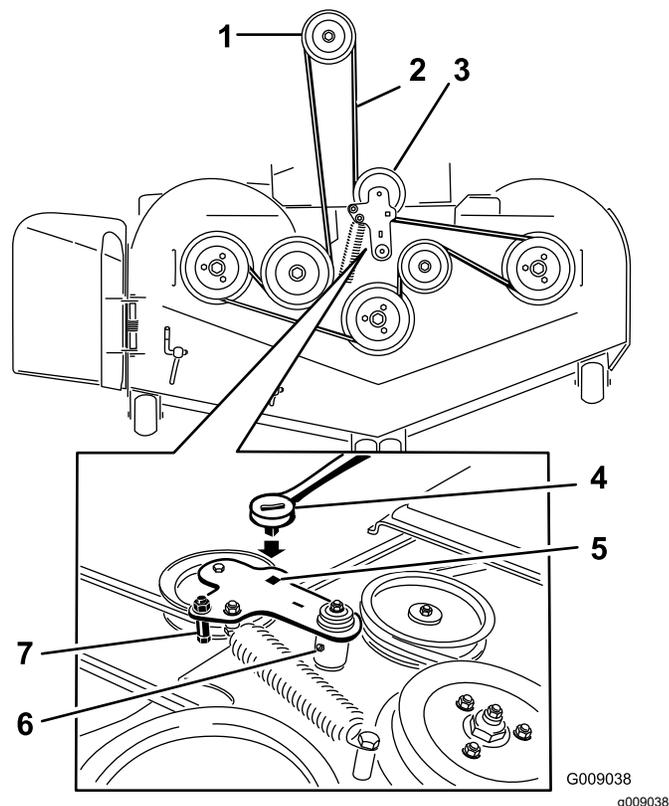

Рисунок 87
ролика, чтобы снять натяжение пружины натяжного ролика (Рисунок 87).
9. Снимите направляющую ремня с подпружиненного рычага натяжного ролика (Рисунок 87).
11. Проложите новый ремень вокруг шкивов газонокосилки и шкива муфты под двигателем (Рисунок 87).
12. Установите направляющую ремня на рычаг натяжного ролика (Рисунок 87).
13. Вставив ключ с храповым механизмом в квадратное отверстие, установите пружину натяжного ролика (Рисунок 87).